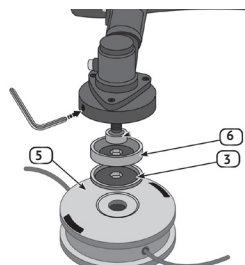

рис.6
6.5 Установка головки режущей с леской (рис.6).
- установить на шпиндель зажимной фланец и накрутить головку режущую с леской (рис.6 поз.6) на шпиндель, поворачивая её против часовой стрелки, застопорив шпиндель, шестигранным ключом из монтажного комплекта.